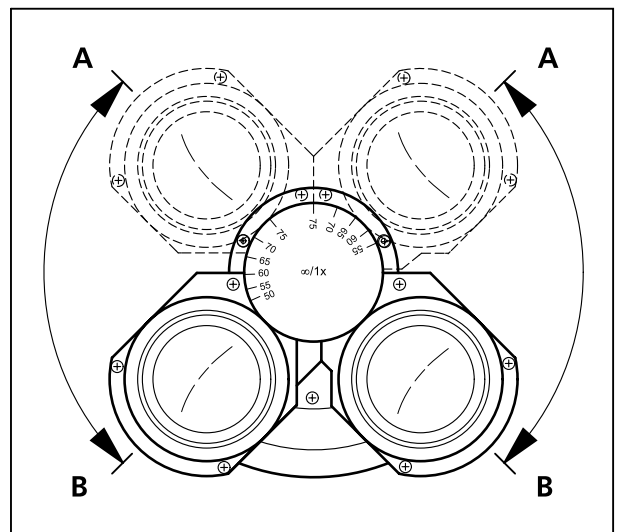

Bild 19 Einblickhöhe einstellen
- Einblickhöhe durch Schwenken der Okularstutzen nach oben (Bild 19/A) oder nach unten (Bild 19/B) den individuellen Bedürfnissen anpassen.